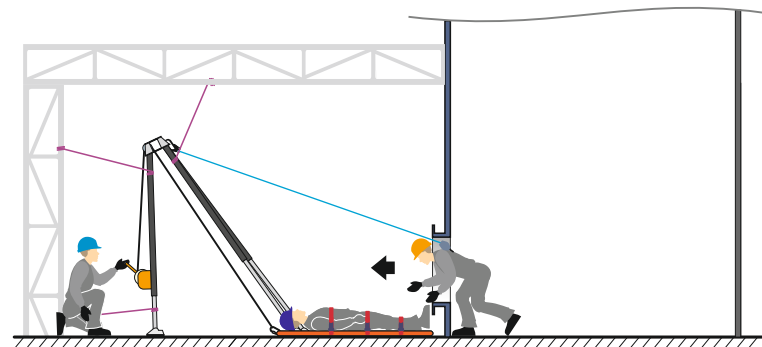

Рис. 20 Спасатель № 1 покидает ОЗП после завершения операции по спасению.
15. После того, как пострадавший эвакуирован, спасатель № 1 может покинуть ОЗП (рис. 20).